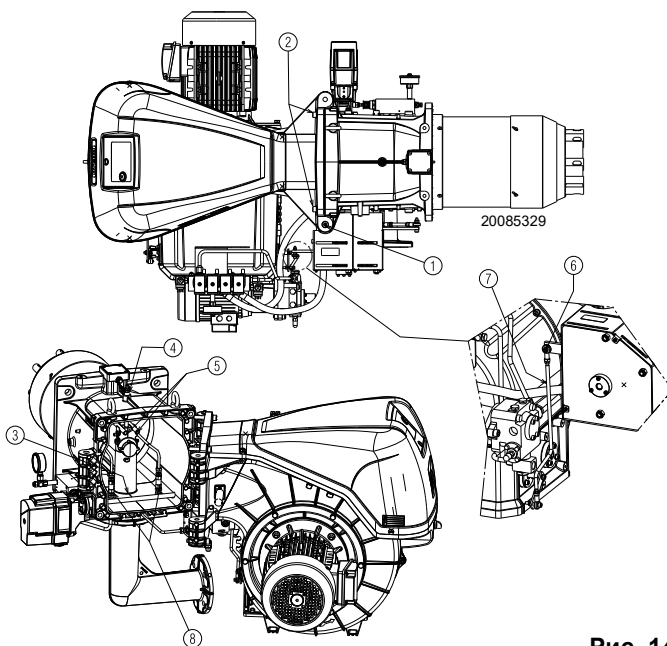

Рис. 14
Горелка поставляется с завода с открытием в правую сторону, следовательно, штифт 1) (Рис. 14) остается на месте.
- A** отверните винт 6), отсоединив тяговый стержень 7)(Рис. 14);
- D** полностью откройте горелку, как показано на Рис. 14;
Чтобы открыть горелку с противоположной стороны, перед извлечением штифта 1) (Рис. 14) проверьте, чтобы 4 винта 2) были затянутыми. Затем переместите штифт 1) на противоположную сторону, только после этого можно выкрутить винты 2). Затем поступайте, как описано в пункте **C**.